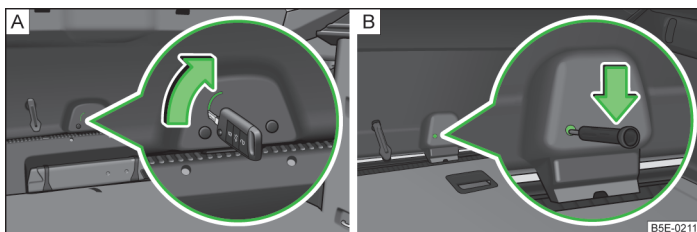

Fig. 203 Déverrouillage de secours : Octavia / Octavia Combi
- Insérez la clé dans la fente du revêtement jusqu'en butée » fig. 203 - [A].
- Insérez un tournevis ou un outil similaire dans l'ouverture de l'habillage jusqu'à la butée » fig. 203 - [B].